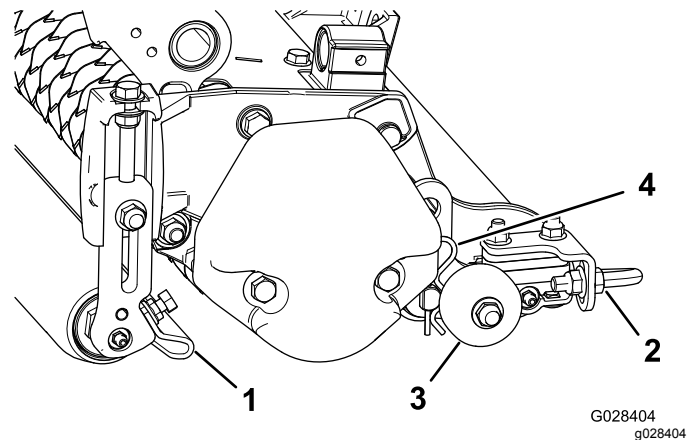

Bild 11
1. Lösen Sie die Bundmuttern, mit denen die Rollenabstreifer befestigt sind (**Bild 11**).
Bevor Sie den Vertikutierer auf den Werkstattboden absenken oder von der Zugmaschine entladen, senken Sie die Transportrollen (**Bild 11**) ab, damit die Messer nicht mit der befestigten Oberfläche in Berührung kommen.